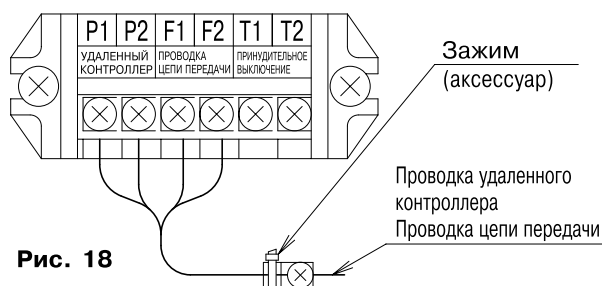

Рис. 18
- Проведите проводку пульта дистанционного управления, проводку цепи передачи и провод компьютерного управления в блок электрических компонентов через сквозное отверстие и подсоедините провода к клеммам на клеммной колодке X3M. После подсоединения, закрепите провода входящими в комплект хомутами. (См. рис. 18)